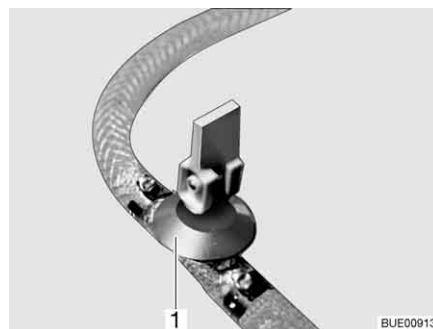

Fig. 183 Robinet de vidange
- Fermer le(s) robinet(s) de vidange. Placer le levier à bascule (Fig. 183,1) en position horizontale.
- Ouvrir le(s) robinet(s) de vidange (Fig. 183). Pour cela, placer le levier à bascule (Fig. 183,1) en position verticale. Le chauffe-eau se vide à l'extérieur.